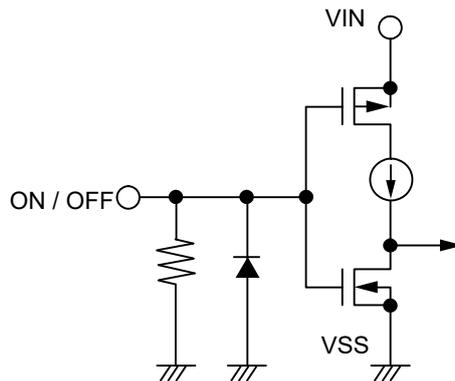

図11
ON / OFF端子は図11の構造になっています。
*2. ON / OFF端子をVIN端子に接続した状態で動作させたときのS-19253xxxHシリーズの消費電流は、プルダウン抵抗に流れ込む電流分だけ多く流れますので注意してください (図11参照)。